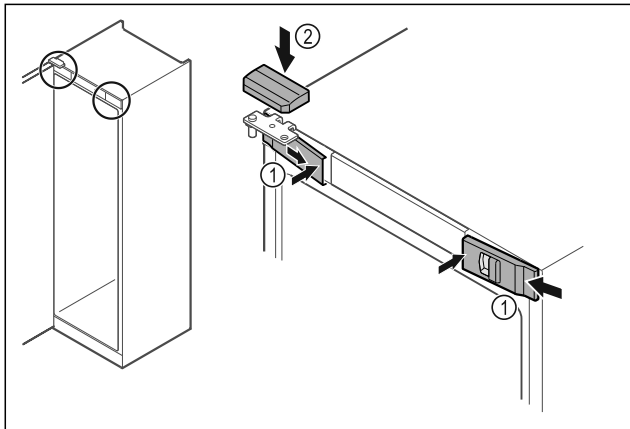

Fig. 50
- ▶ Obesite sprednje pokrove Fig. 50 (1) stransko in jih namestite v notranjosti, da se zaskočijo.
- ▶ Zgornji pokrov Fig. 50 (2) namestite z zgornje strani.